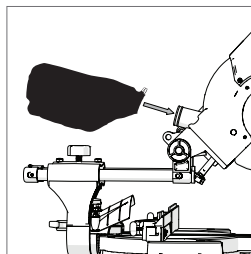

Abb. 41
- Schieben Sie den Staubbeutel über den Absaugstutzen und vergewissern Sie sich dabei, dass die Federklammer am Stutzen greift und den Staubbeutel sicher am Platz hält. (Abb. 41)